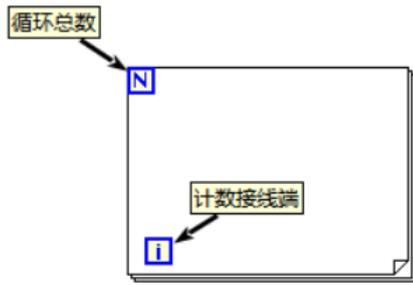

图 16 For 循环结构
**For 循环:** 循环在执行指定次数后自动退出。该数值必须是一个整数，放在循环体外，连接至循环结构框左上角的“循环总数”接线端。For 循环结构框图如图 16 所示。对应的 C 语言程序如图 17 所示。